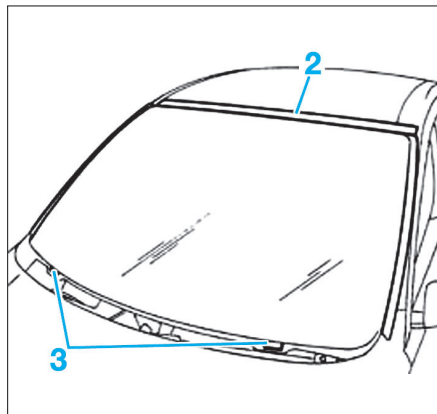

FIG. 2
- Apposer du ruban adhésif sur le haut du pare-brise (2) afin de ne pas détériorer la peinture du pavillon.
- Abaisser les tampons (3) (Fig.2) au maximum.